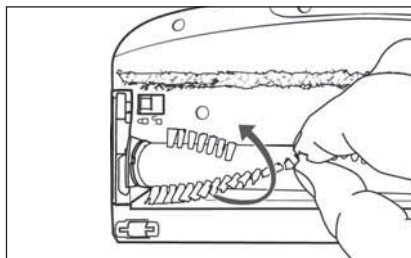

Fig. 27
- 3) Tire del rodillo de cepillos **21** por las cerdas para extraerlo del cepillo para suelos **22**. Para extraerlo con más facilidad, gire ligeramente el rodillo de cepillos **21** al mismo tiempo (consulte la fig. 27).